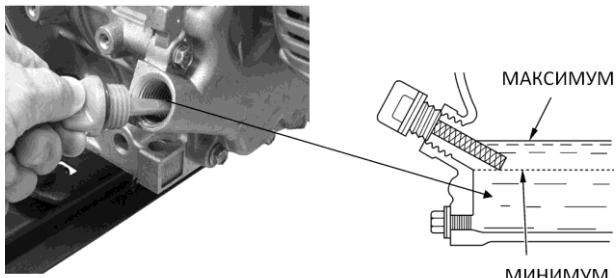

Рис. 5
1. Открутите крышку/щуп (1) маслозаливной горловины.
2. Открутите сливной болт(2) и слейте масло в подходящую емкость.
4. Залейте масло до необходимого уровня (см. рис. 5).